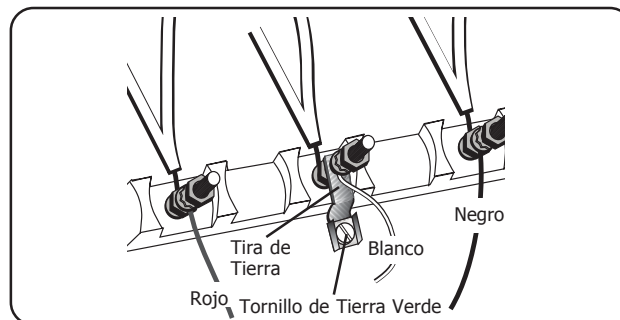

Figura 8
2. Tome medidas para localizar la posición del soporte como se indica en la Figura 8.